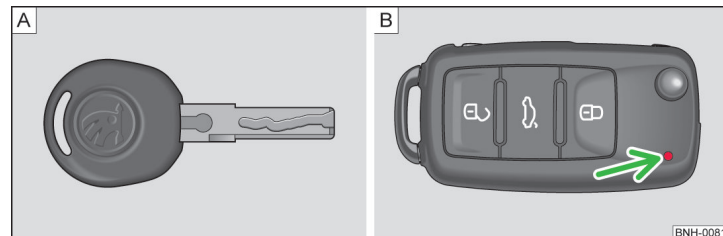
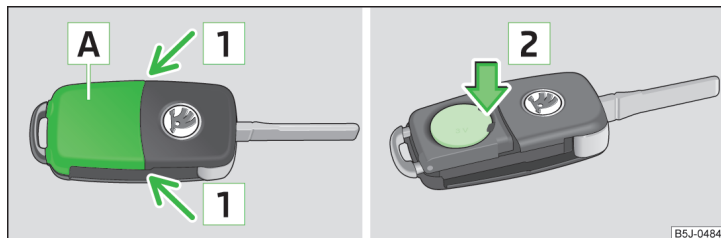

Fig. 25 Llave: sin mando a distancia/con mando a distancia
Fig. 26 Llave con mando a distancia: Quitar la tapa/extraer la pila
Con el vehículo se suministran dos llaves. En función del equipamiento, su vehículo puede estar provisto de llaves sin mando a distancia » fig. 25 - A o de llaves con mando a distancia » fig. 25 - B.
Cada llave con mando a distancia contiene una pila que está alojada debajo de la tapa A » fig. 26. Si la pila está descargada, después de pulsar una tecla de la llave, no parpadea el testigo de control rojo » fig. 25 de la página 45 - B. Le
- Presione la tapa del compartimento de la pila pulsando con el pulgar o con un destornillador plano en la zona de la flecha 1 » fig. 26.